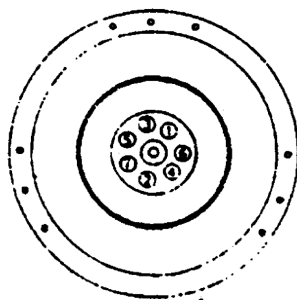

图 3-102 安装飞轮盘
(4) 飞轮 将机油涂到螺栓的螺纹和头部端面上, 然后按规定的数字顺序和要求的力矩拧紧, 如图 3-102 所示。